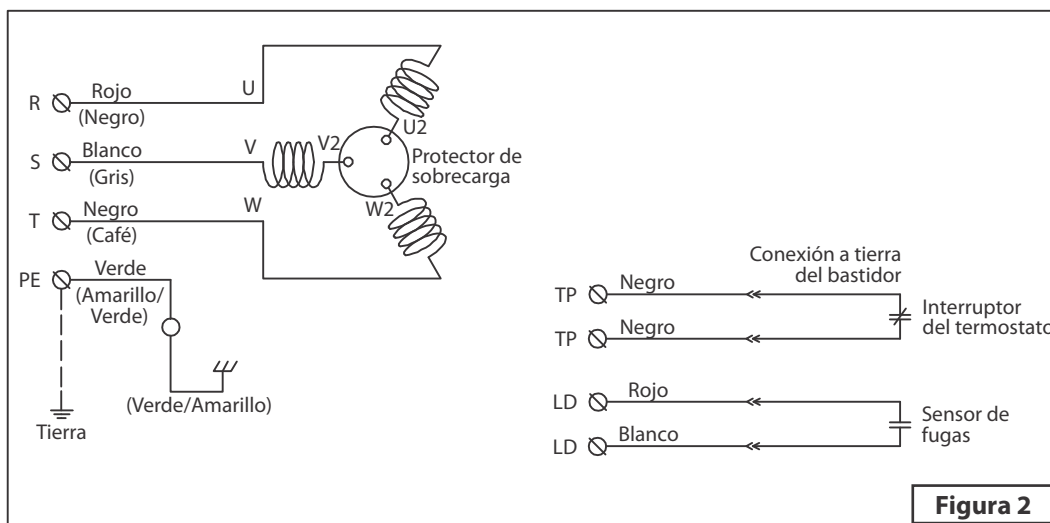

Figura 2
- a) La conexión deberá realizarse como se muestra en la Figura 2.